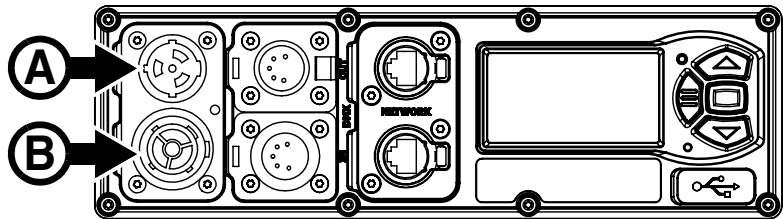

Figure 8: Connexion au secteur
1. Voir Figure 8. Alignez les détrompeurs du connecteur TRUE1 du câble d'alimentation avec ceux de l'embase MAINS IN (A). Insérez le connecteur dans l'embase et tournez-le dans le sens horaire pour le bloquer. Si le connecteur semble difficile à tourner, sortez-le de l'embase, vérifiez que vous avez correctement aligné les
Procurez-vous un câble d'alimentation homologué pour 16/20 A et des câbles de recopie homologués pour 16/20 A (auprès de votre revendeur Martin qui pourra vous donner plus de détails) pour réaliser une cascade d'alimentation secteur en reliant les embases MAINS THRU (B sur la Figure 8) et MAINS IN (A sur la Figure 8). Pour créer une telle cascade d'alimentation, vous devez respecter les limites données dans la section Précautions d'emploi au début de ce manuel afin d'éviter tout risque d'incendie et d'électrisation.